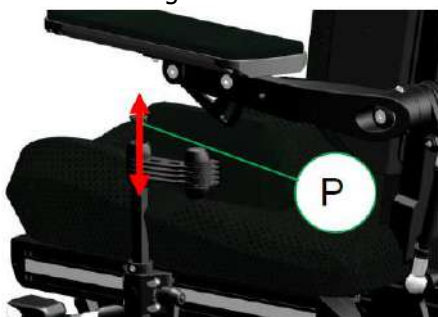

Figura 11-39
- Paso 4: Retire las cubiertas de goma (P) de los articulaciones de fricción. (Figura 11-39)